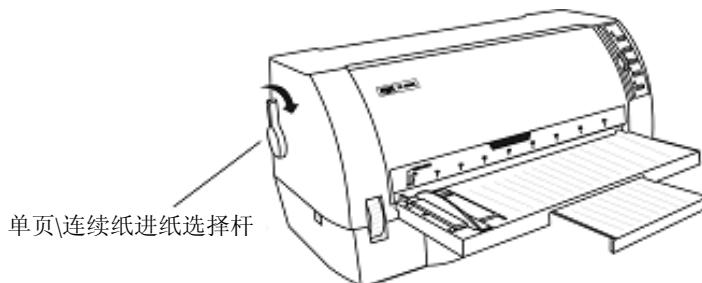

图 3-6 单页/连续纸进纸选择杆（连续纸）
2. 把单页/连续纸进纸选择杆拨到连续纸位置（如图 3-6 所示）。